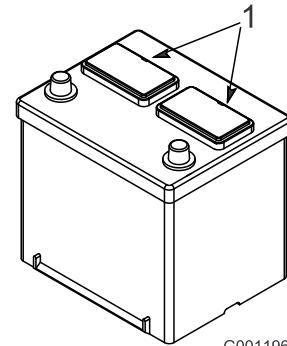

Figura 9
2. Limpe a parte superior da bateria e retire as protecções das aberturas de ventilação (Figura 9).